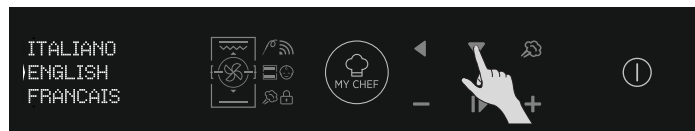

Figura 5
- Entre en la sección de configuración y seleccione el idioma en el menú desplegable (Figura 5).